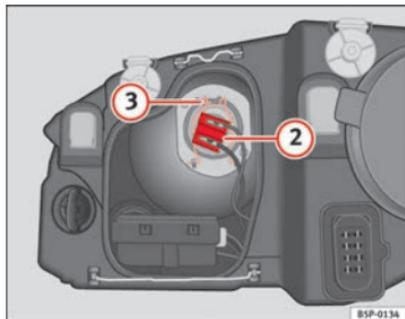

Fig. 165 Médios
- Retirar o conector ⇒ Fig. 165 ② da lâmpada.
- Desengate a mola de fixação ⇒ Fig. 165 ③ pressionando-a para dentro e para a direita